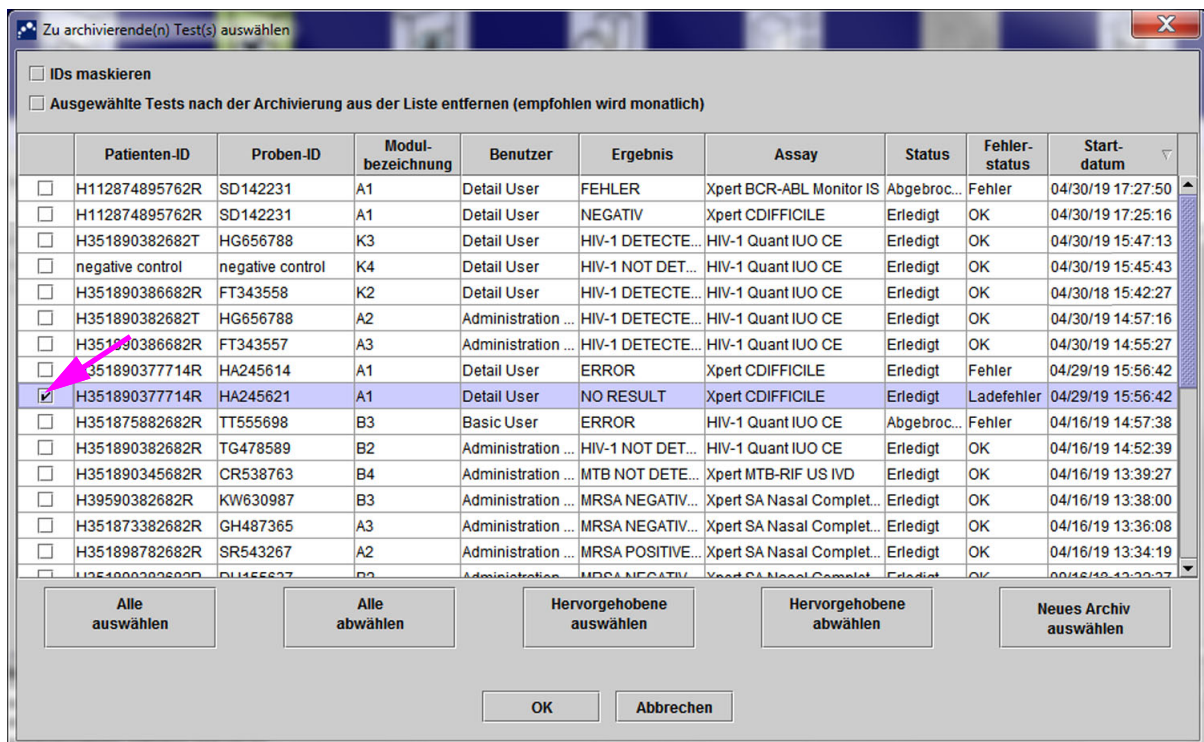

Abbildung 5-70. Dialogfeld „Zu archivierende(n) Test(s) auswählen“
1. Klicken Sie im GeneXpert Dx System-Fenster im Menü **Datenverwaltung** auf **Test archivieren**. Daraufhin wird das Dialogfeld „Zu archivierende(n) Test(s) auswählen“ angezeigt. Siehe Abbildung 5-70.
- Wählen Sie den oder die zu archivierenden Test(s) aus. Klicken Sie das Kontrollkästchen neben jedem Test, den Sie archivieren möchten. Siehe Abbildung 5-70. Sie können die einzelnen Tests nacheinander auswählen oder eine Gruppe von Tests auswählen, indem Sie auf eine der folgenden Schaltflächen unten im Bildschirm „Zu archivierende(n) Test(s) auswählen“ klicken:
Wenn das Kontrollkästchen **IDs maskieren** oben links im Dialogfenster „Zu archivierende(n) Test(s) auswählen“ (Select Test(s) To Be Archived) (siehe Abbildung 5-70) aktiviert ist, werden alle Informationen zu Proben-ID und Patienten-ID maskiert.